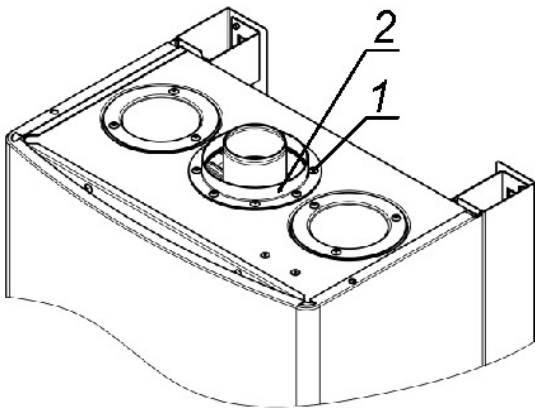

Рис. 8. Демонтаж воротника
- 1) отвернуть восемь винтов 1 и снять воротник 2 (см. Рис. 8);